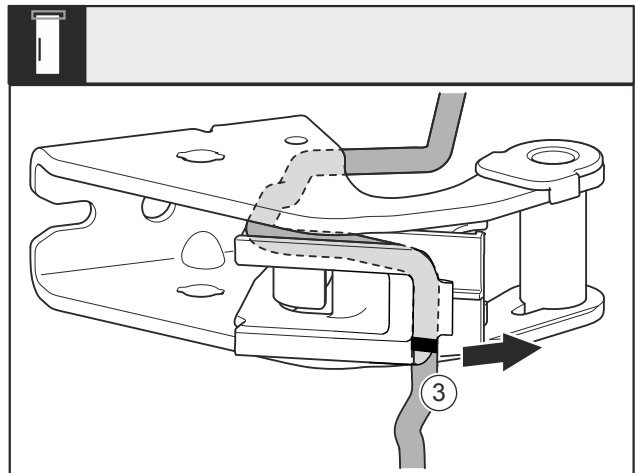

Fig. 28
- ▶ Kabel met de kabelhouder Fig. 28 (3) van het lagerbok demonteren.